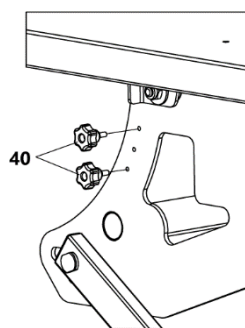

Рисунок 8 Места хранения винтов транспортных
- закрутите транспортные винты 40 в резьбовые отверстия, находящиеся на корпусе станка (рис. 8).